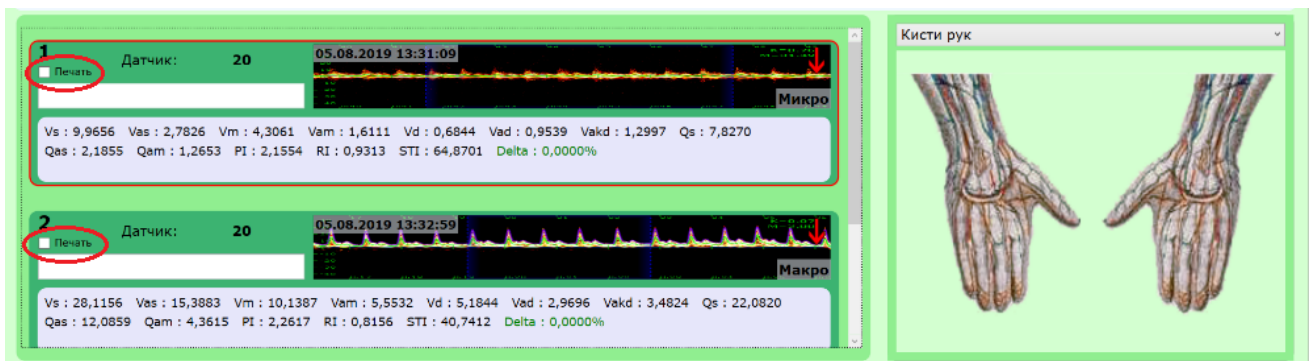
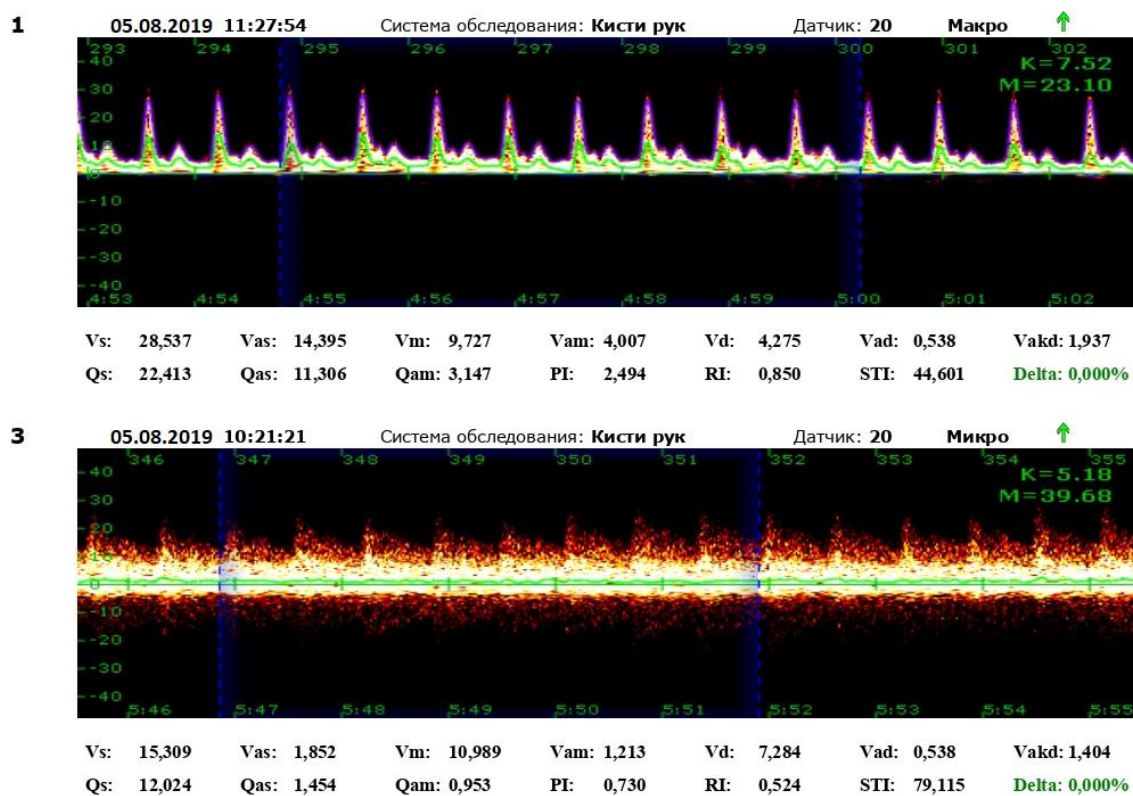

Рисунок 20 – Выбор протокола обследования для отображения в отчёте
Рисунок 23 – Внешний вид отчета
- Режим «Печать» дублирует режим **Обследование/Печать** и позволяет вывести на печать отчёт об обследованиях текущего пациента (карточку пациента) (рисунок 23). Чтобы добавить в отчёт протокол обследования, необходимо в окне соответствующего протокола поставить галочку в поле «Печать» (рисунок 20).
- Кнопка сохранения в PDF  (рисунок 22) позволяет сохранить отчёт об обследовании текущего пациента в формате .pdf (рисунок 23). Чтобы добавить в отчёт протокол обследования, необходимо в окне соответствующего протокола поставить галочку в поле «**Печать**» (рисунок 20).